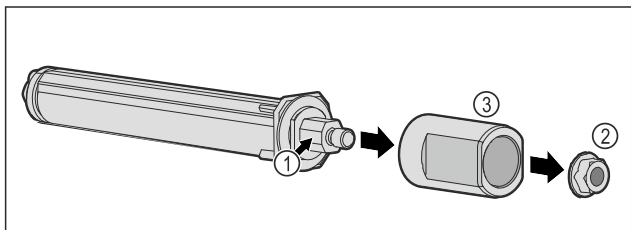

Fig. 54
- Neizjauciet durvju slēgšanas sistēmu Fig. 54 (1).
- Noņemiet uzgriezni Fig. 54 (2).
- Noņemiet čaulu Fig. 54 (3).